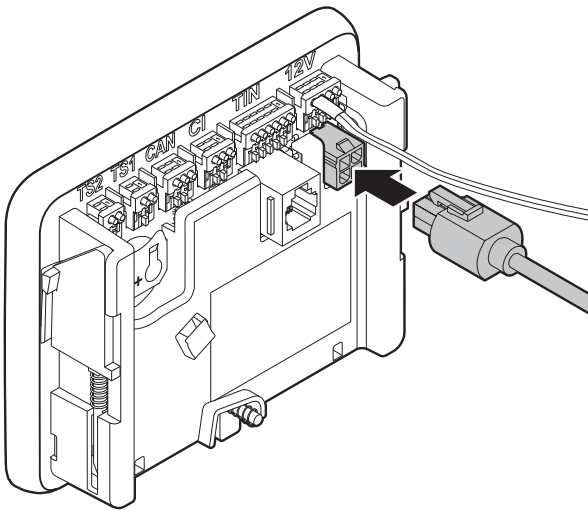

Bild 6
- Sätt i kabelns ena kontakt i 12 V-anslutningen på panelen (Bild 6).